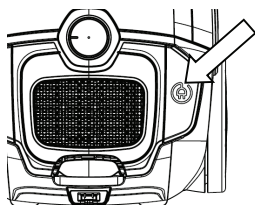

Fig. 7
Apăsați pe butonul de reînfașurare a cordonului (7) pentru a reține cordonul de alimentare în compartimentul cordonului (Fig 7).